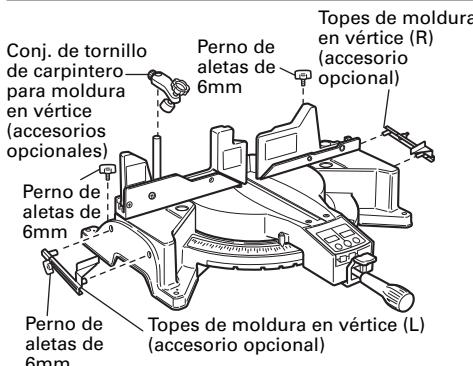

Fig. 41-a
(1) Las topes de moldura en vértice (L) y (R) (accesorios opcionales) permiten facilitar los cortes de la moldura en vértice, sin inclinar la hoja de sierra. Instálelas en ambos lados de la base, tal como se muestra en la Fig. 41-a. Despues de la insercion, apriete el perno de aletas de 6mm para asegurar los topes de moldura en vértice.